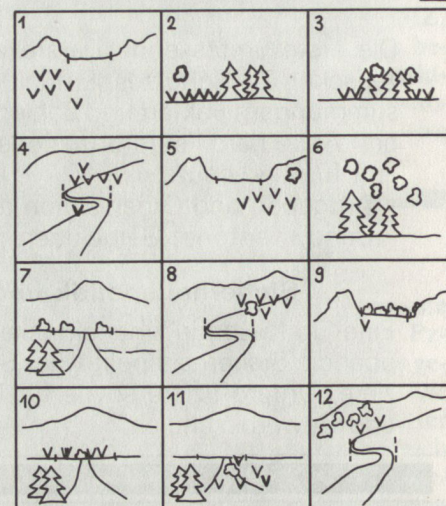

Bild 2
- Beispiele für einleitende Lagen bzw. Kontrollagen anfertigen (Bild 2).